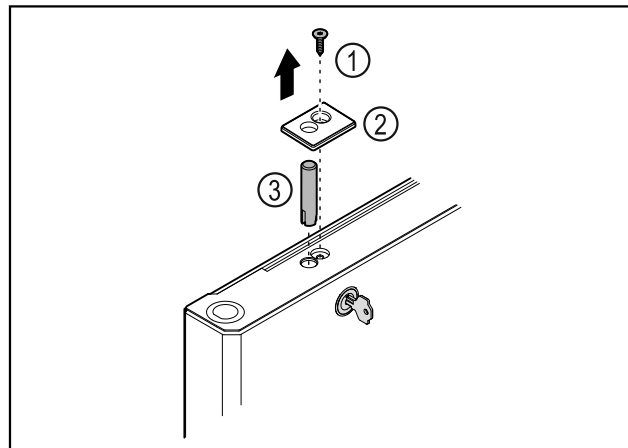

Fig. 37
- ▶ Wyciągnąć śrubę Fig. 37 (1).
- ▶ Osłonkę Fig. 37 (2) podważyć małym śrubokrętem i zdjąć.
- ▶ Wykręcić śrubę zamka Fig. 37 (3).